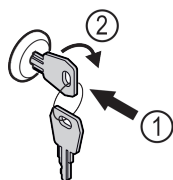

Fig. 57
- ▶ Zatlačte kľúč Fig. 57 (1).
- ▶ Otočte kľúč o 90° v smere hodinových ručičiek Fig. 57 (2).